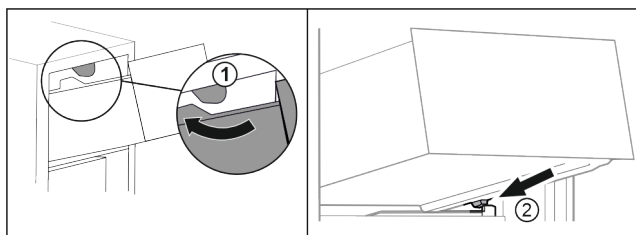

Fig. 77
- Før skuffen rundt de øvre stopperne. Fig. 77 (1)
- Sett skuffen på skrå bak de nederste stopperne på beholderribben. Fig. 77 (2)